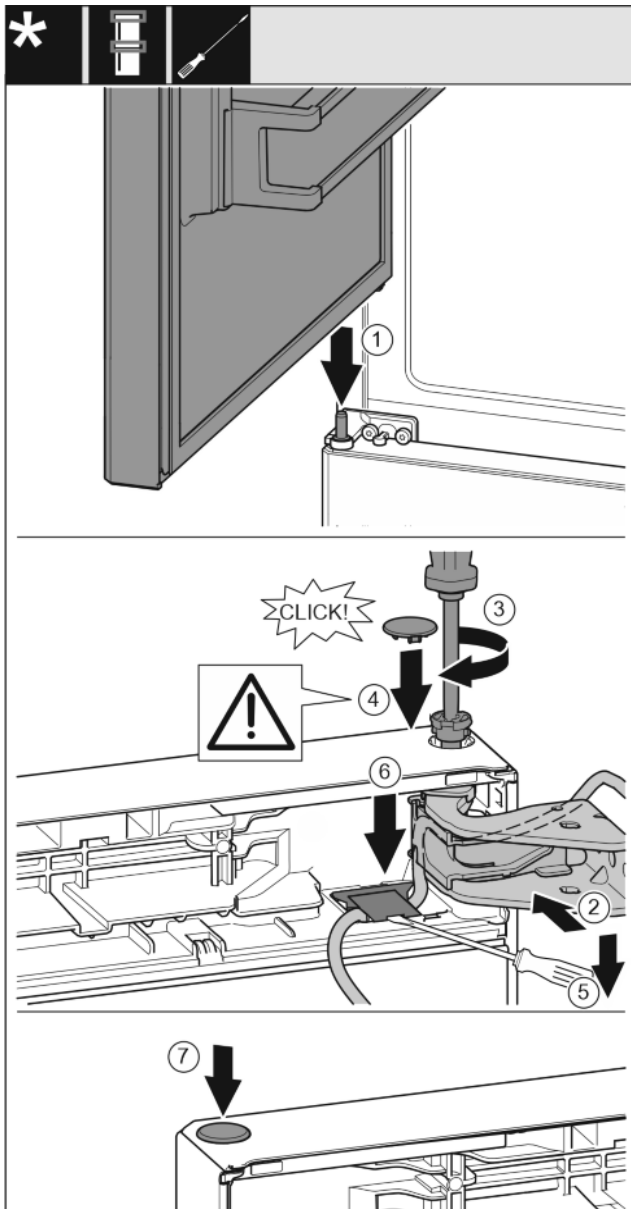

Fig. 33
- ▶ Bovenste deur op de middelste lagerbout plaatsen Fig. 33 (1)
- ▶ Deur boven uitlijnen op de opening in de lagerbus. Fig. 33 (2)
- ▶ Bouten aanbrengen en met schroevendraaier T15 vastschroeven. Fig. 33 (3)
- ▶ Veiligheidsafdekking voor de veiligheid van de deur monteren: Veiligheidsafdekking aanbrengen en controleren of deze op de deur rust. Anders bout volledig aanbrengen. Fig. 33 (4)
- ▶ Met de sleufschroevendraaier de afdekking optillen en eruit trekken. Daarna de kabel eronder plaatsen. Fig. 33 (5)
- ▶ Afdekking weer plaatsen en naar onder drukken tot deze vergrendelt. Fig. 33 (6)
- ▶ Stop aanbrengen. Fig. 33 (7)